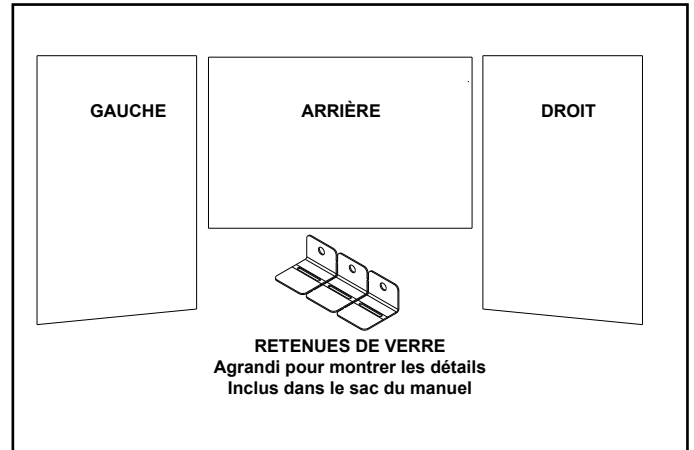

Figure 11.1 Composants du réfractaire Black Glass
2. Les trois panneaux de verre sont illustrés à la figure 11.1. Notez que les panneaux de gauche et de droite sont différents et non interchangeables. Les panneaux sont réversibles. Choisissez le côté noir réfléchissant ou le côté mat pour l'installation.